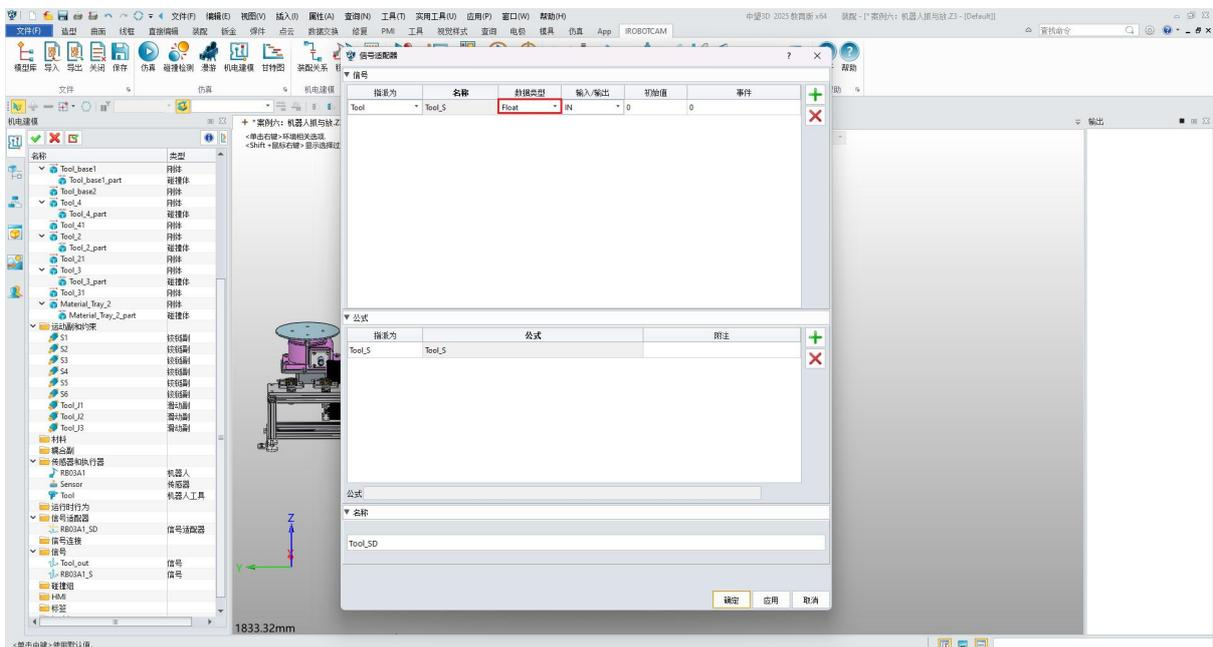

图 10-11: 信号适配器工具
- 对机器人工具重复上述操作，分配适当的名称和数据类型（例如“Tool_S”和“Float”）。（图 10-11）